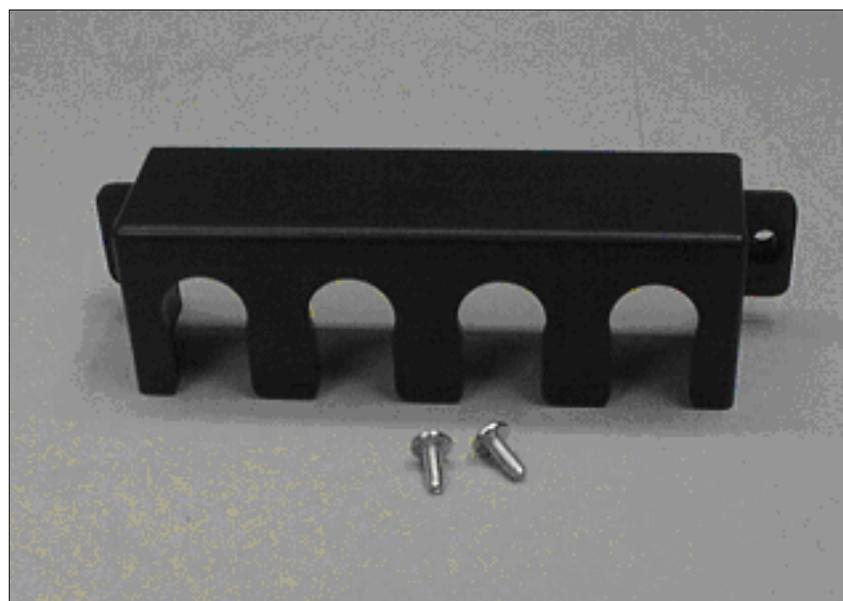

図 22. 2145 UPS-1U のケーブル保持ブラケット・ハードウェア
2. パッケージからブラケットと 2 個のねじを取り出します。図 22 を参照してください。